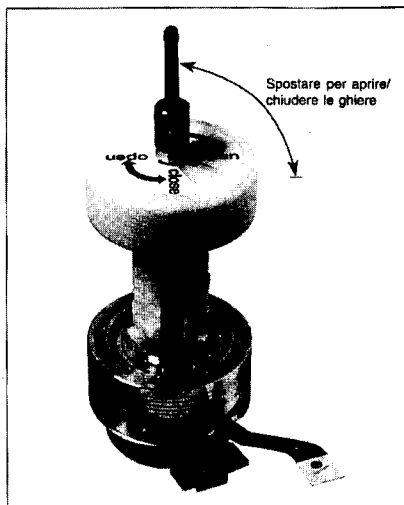

Fig. M4
- Posizionare il chiavistello in posizione di chiusura (CLOSED), inserire i tre perni nella ghiera superiore del disco testine. Ruotare il chiavistello di 90° in posizione di apertura (OPEN) ed estrarre la ghiera superiore (fig. M4).
- Posizionare l'attrezzo sul disco e fissare il clamping element ruotando il chiavistello in posizione "CLOSED" (vedere la fig. M4)